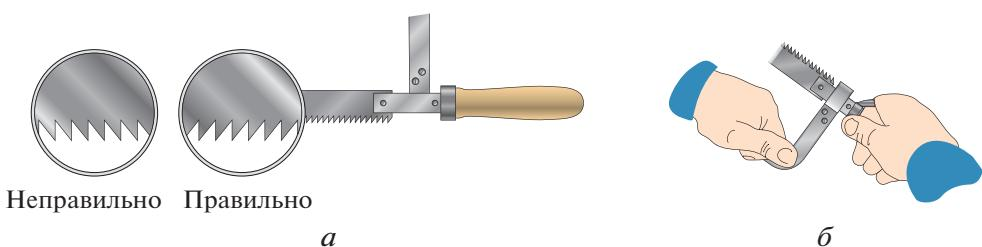

Рис. 5.25. Подготовка ножовки к работе: *a* — установка полотна в ножовку; *б* — натяжение ножовочного полотна
2. Ножовочное полотно устанавливают в прорези головки так, чтобы наклон зубьев был направлен от ручки (рис. 5.25, *a*).
(рис. 5.25, б). Для этого нельзя использовать ручные тиски, плоскогубцы.